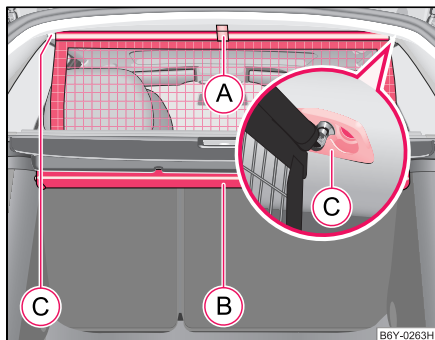

Fig. 57 Desenrollar la red divisoria
- Tire de la red divisoria por la lengüeta (A) y sáquela de la caja (B) hacia las fijaciones (C) ⇒ fig. 57.
- Monte la barra transversal en uno de los alojamientos (C) y presione la barra transversal hacia adelante.
- Sujete de igual modo la barra transversal en el otro lado del vehículo, alojamiento (C).